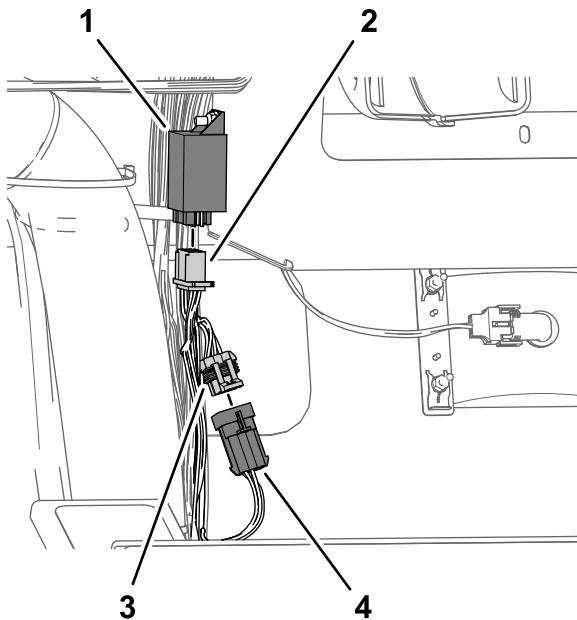

Figura 22
3. Módulo dos piscas (CE)
5. Ligue o conector de 6 tomadas da cablagem do kit no módulo dos piscas CE (Figura 22).
1. Módulo dos piscas (CE)
6. Ligue o conector de 6 pinos da cablagem da máquina ao conector de seis pinos da cablagem do kit rotulado TO MAIN HARNESS (para cablagem principal) (Figura 22).